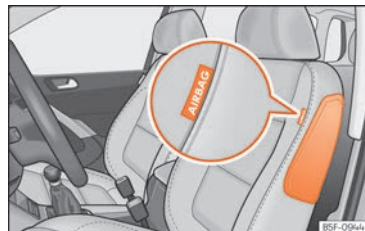
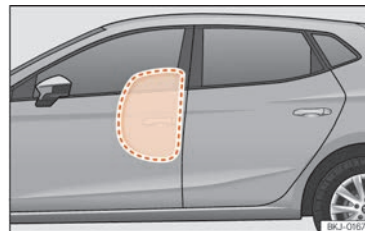

Abb. 31 Seitenairbag im Fahrersitz
Abb. 32 Komplette aufgeblasene Seitenairbag auf der linken Fahrzeugseite.
Die Seitenairbags befinden sich in den Vordersitzlehnen »» (Abb. 31), »» (Abb. 32).
- Stellen Sie sicher, dass Kinder richtig in ihren Sitzen sitzen und ihren Kopf nicht in den Entfaltungsbereich der Seitenairbags halten »» (Abb. 32), da sie beim Auslösen der Airbags von diesen getroffen werden und schwere Verletzungen erleiden könnten.